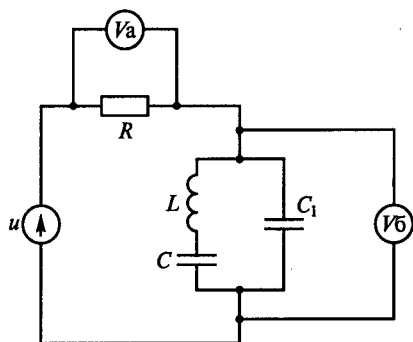

Рис. 109
**3.68.Р.** В цепи на рис. 109  $u = 150 + 50\sqrt{2} \sin(\omega t + 45^\circ)$ ,  $\omega L = 1/(\omega C)$ . Какими будут постоянные составляющие напряжений  $U_{a0}$  и  $U_{60}$ , действующие значения синусоидальных напряжений  $U_{a1}$  и  $U_{61}$ , а также показания вольтметров электромагнитной системы  $U_a$  и  $U_6$ ? (Указать неправильный ответ.)